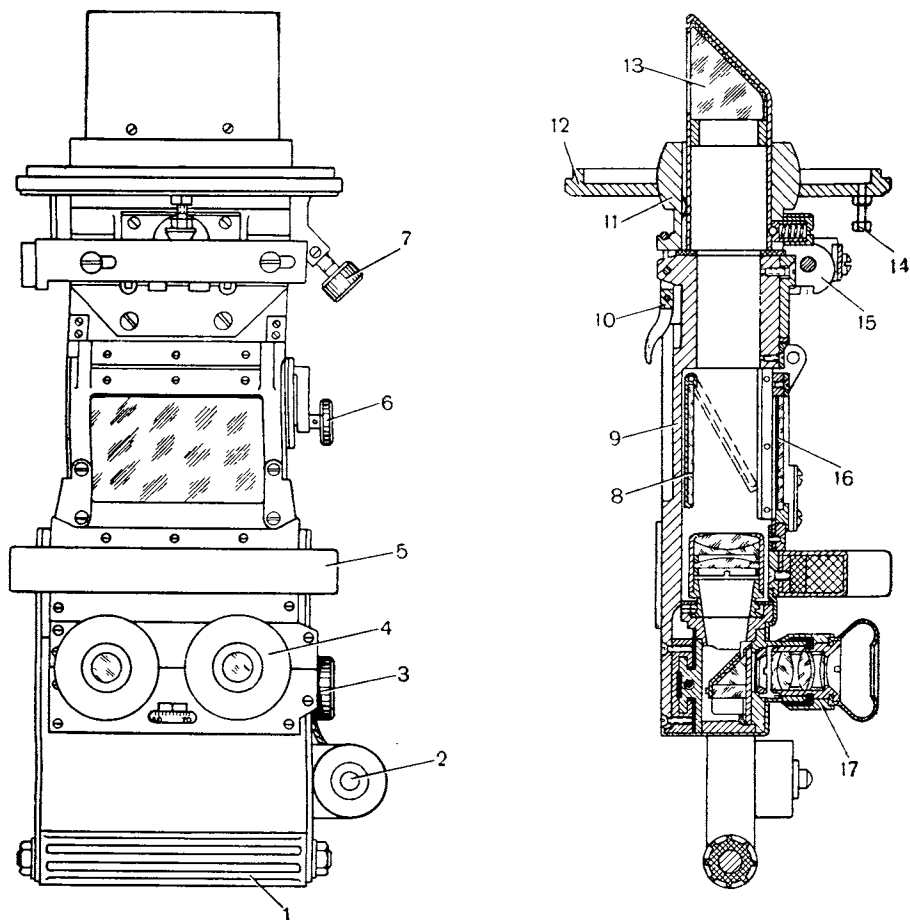

Рис. 41. Прибор наблюдения ТПК-1:
**Прибор ТПК-1** предназначен для наблюдения за местностью, для распознавания целей, определения дальностей до целей, для целеуказания и корректирования артиллерийского огня. В приборе ТПК-1 (рис. 41) сочетается перископический прибор с биноклем (с двумя монокулярами).